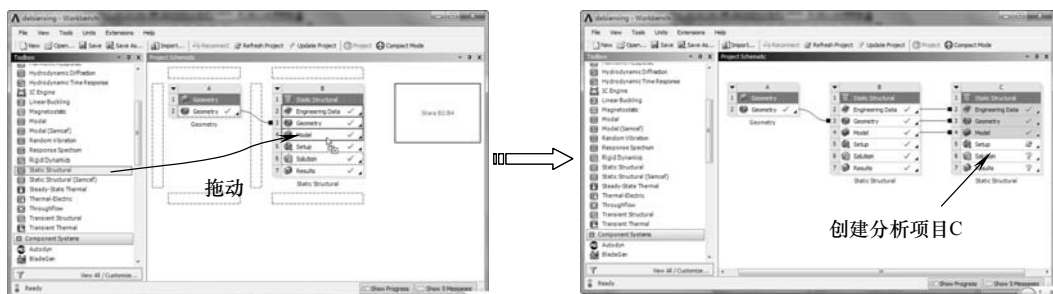

图 8-36 创建分析项目 C
1) 在【Toolbox (工具箱)】中【Analysis Systems】下的【Static Structural】选项上按住鼠标左键，拖动到【Project Schematic (项目管理区)】分析项目 B 中的 B4 栏的【Setup】项上，当 B4 呈红色高亮显示时，释放鼠标创建分析项目 C，如图 8-36 所示。